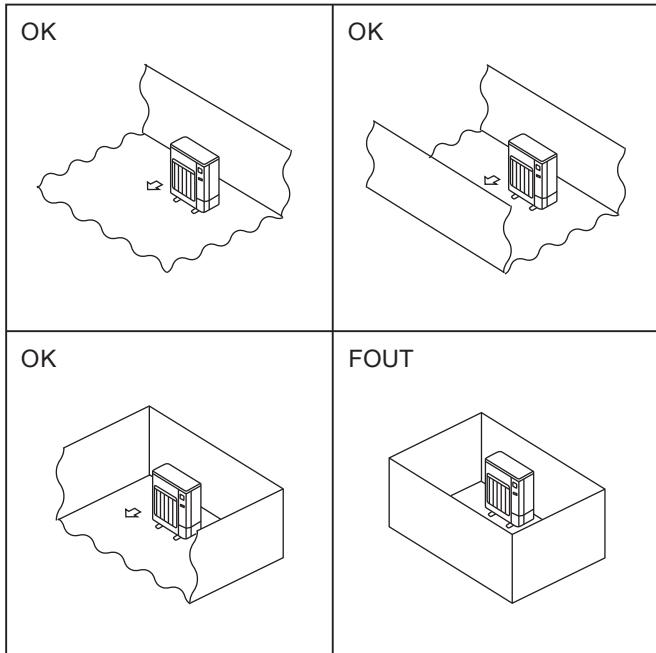

Fig. 2-1
- ◎ Installeer buitenapparaten op een plaats met minimaal een van de vier zijden open en in een ruimte zonder verlagingen die voldoende groot is. (Fig. 2-1)